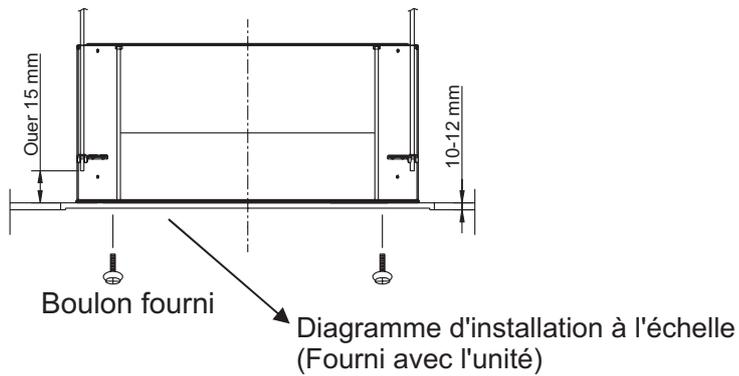

Figure 8
3. La longueur des boulons de suspension doit être appropriée à la distance entre a partie inférieure du boulon et la partie supérieure de l'unité à plus de 15 mm, ainsi qu'indiqué en figure 8.